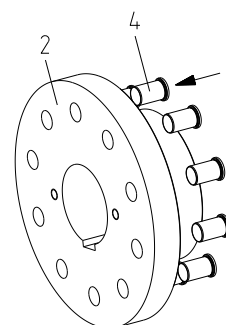

Fig. 9
- Enfoncer les douilles (composant 4) dans les alésages du moyeu pièce 2 (composant 2) en frappant avec un marteau doux et/ou refroidir les douilles au réfrigérateur ou à l'azote avant le montage (voir fig. 9).